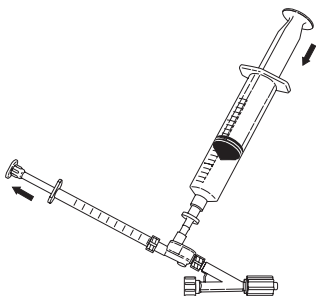

Fig. 4
6. Collegare la siringa da 1 mL al raccordo di iniezione e aspirare 0,5 mL di soluzione. Staccare la siringa da 1 mL ed eliminare tutte le bolle d'aria dalla siringa. Lasciare una goccia di soluzione sul raccordo di iniezione prima di ricollegare la siringa da 1 mL premendo leggermente la siringa da 20 mL per riempire il raccordo di iniezione. Ricollegare la siringa da 1 mL al raccordo di iniezione. **(Fig. 4)**